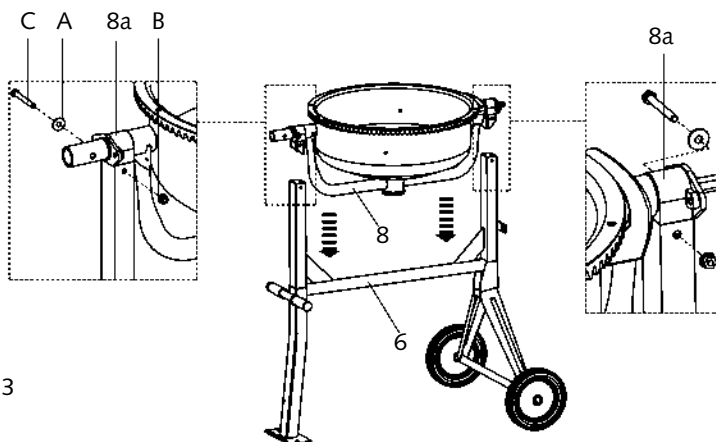

Fig. 3
1. Montera stödbågen (8) på tvärbalken (6).
2. Säkra anslutningen med bultarna (C), brickorna (A) och muttrar (B) (Fig. 3).